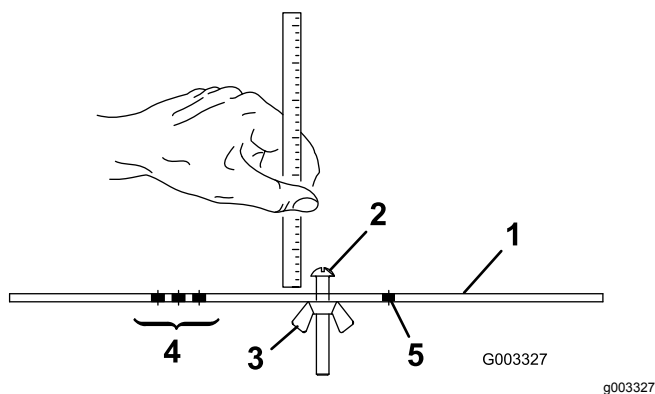

Figura 23
2. Desaperte a porca da barra indicadora (Figura 23) e regule o parafuso de ajuste para a altura de corte desejada.